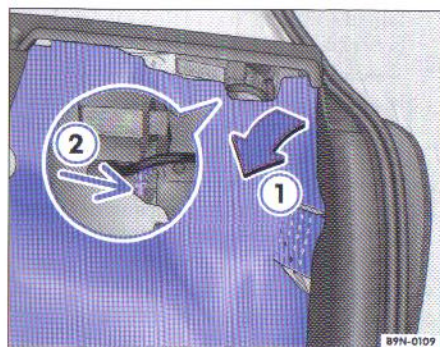

Fig. 6 În partea dreaptă, în portbagaj: Descuierea de urgență a clapetei rezervorului
- Rabatați capitonajul din dreapta portbagajului puțin în față ⇒ fig. 6.
- Deplasați elementul de încuiere ②, cu șurubelnița din trusa de scule, cca. 1 cm în sus. Clapeta rezervorului sare și poate fi deschisă.